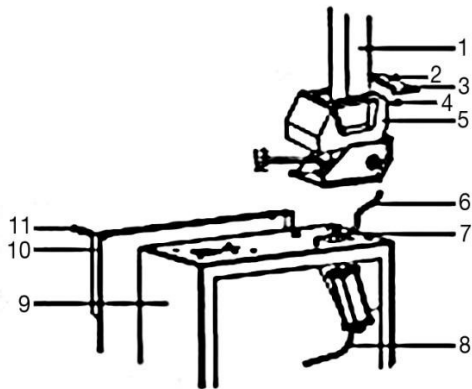

Bild 3
1. Montera huvudpelaren 1 (bild 3) på husets 4 bultar (bild 3), tryck luftslangen genom hålet 6 (fig. 3) och dra åt den självlåsandet muttern.
2. Placera bultarna i hålen och anslut cylindern 7 (bild 3).
3. Lossa skruvarna 11 (bild 3) och ta bort vänster sidopanel 10 (bild 3). Anslut sedan luftslangen till T-korsningen i maskinen.
4. Montera plastkåpan 5 (bild 3) med de två skruvarna 4 (fig 3).
5. Montera den bakre plastkåpan 3 (bild 3) på pelaren med de två skruvarna 2 (fig 3).